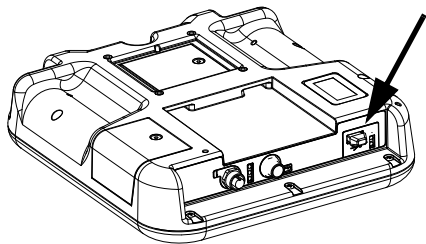

図 42:ADM USB ポート
1. USB フラッシュドライブを USB ポート (BL) に差し込みます。図 42 (63 ページ) を参照してください。
3. USB フラッシュドライブを USB ポート (BL) から取り外します。